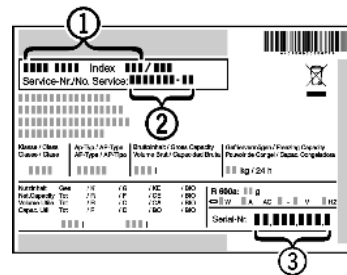

Fig. 64
- ▶ Označení přístroje Fig. 64 (1), servisní číslo Fig. 64 (2) a sériové číslo Fig. 64 (3) naleznete na typovém štítku. Identifikační typový štítek je umístěn na levé vnitřní stěně přístroje.